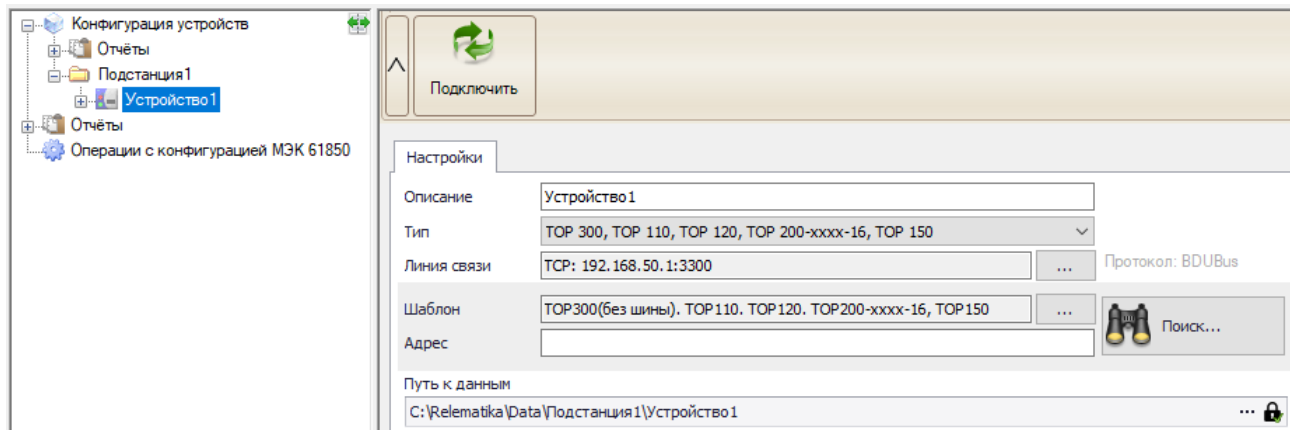

Рисунок 4.9 – Элемент Устройство
Настройка подключения к устройству выполняется в элементе **Устройство** в дереве конфигурации (рисунок 4.9). Элемент **Устройство** содержит следующие поля для редактирования:
- Вкладка **«Настройки»** - отображает настройки подключения к устройству (рисунок 4.9). В режиме подключения (онлайн режим) настройки недоступны для редактирования;